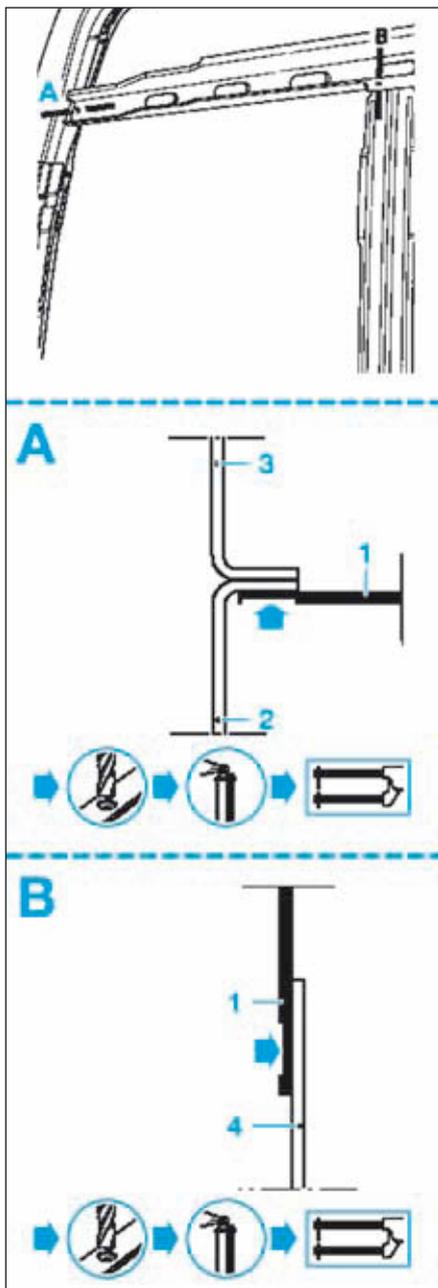
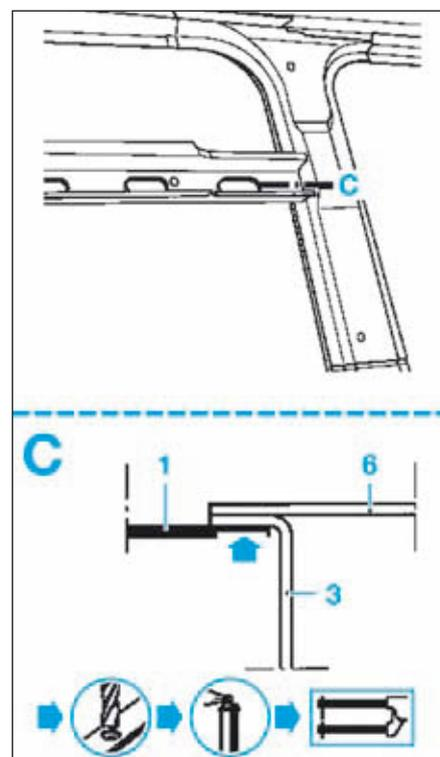

FIG.79
FIG.80
- Dépointer comme illustré (Fig.79) et (Fig.80).
- Tracer puis percer des trous à l'aide d'un foret pour un soudage ultérieur par points (Fig.79) et (Fig.80).
- Souder par points électriques (Fig.79) et (Fig.80).